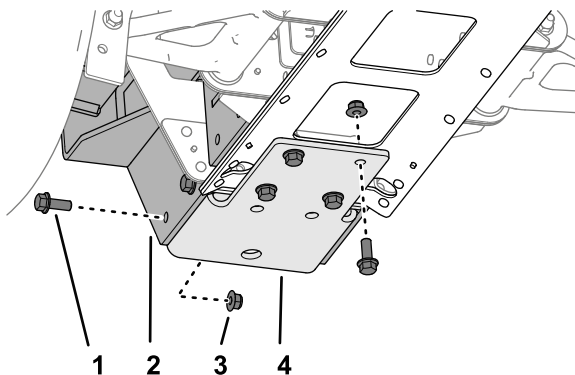

图 52
1. 如图 52 所示使用 8 个凸缘螺栓 $\frac{3}{8}$ x 1 英寸和 8 个凸缘锁紧螺母 $\frac{3}{8}$ 英寸松松地安装底部支架、捡球器安装座和中心槽板。
3. 从机器上卸掉 8 个凸缘螺栓 $\frac{3}{8}$ x 1 英寸、8 个凸缘锁紧螺母 $\frac{3}{8}$ 英寸、底部支架和捡球器安装座图 52。